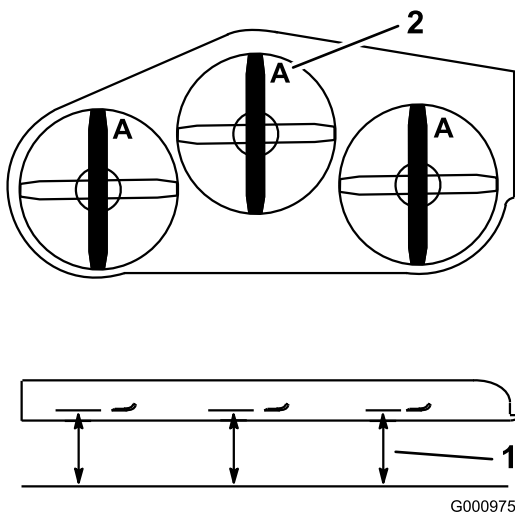

Figure 87
3. Placez la machine sur une surface plane, tournez une lame dans le sens longitudinal. Mesurez au point **A** et entre la surface plane et le bord coupant des pointes des lames (Figure 87)